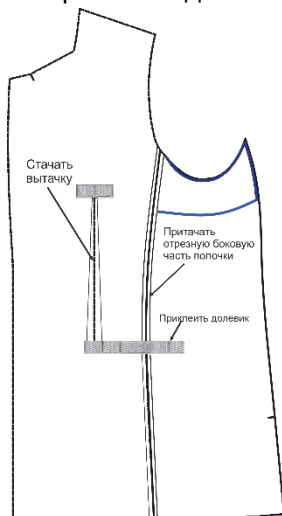

Рис. 2
5. Приклейте долевик по линии входа в карман (рис.2)